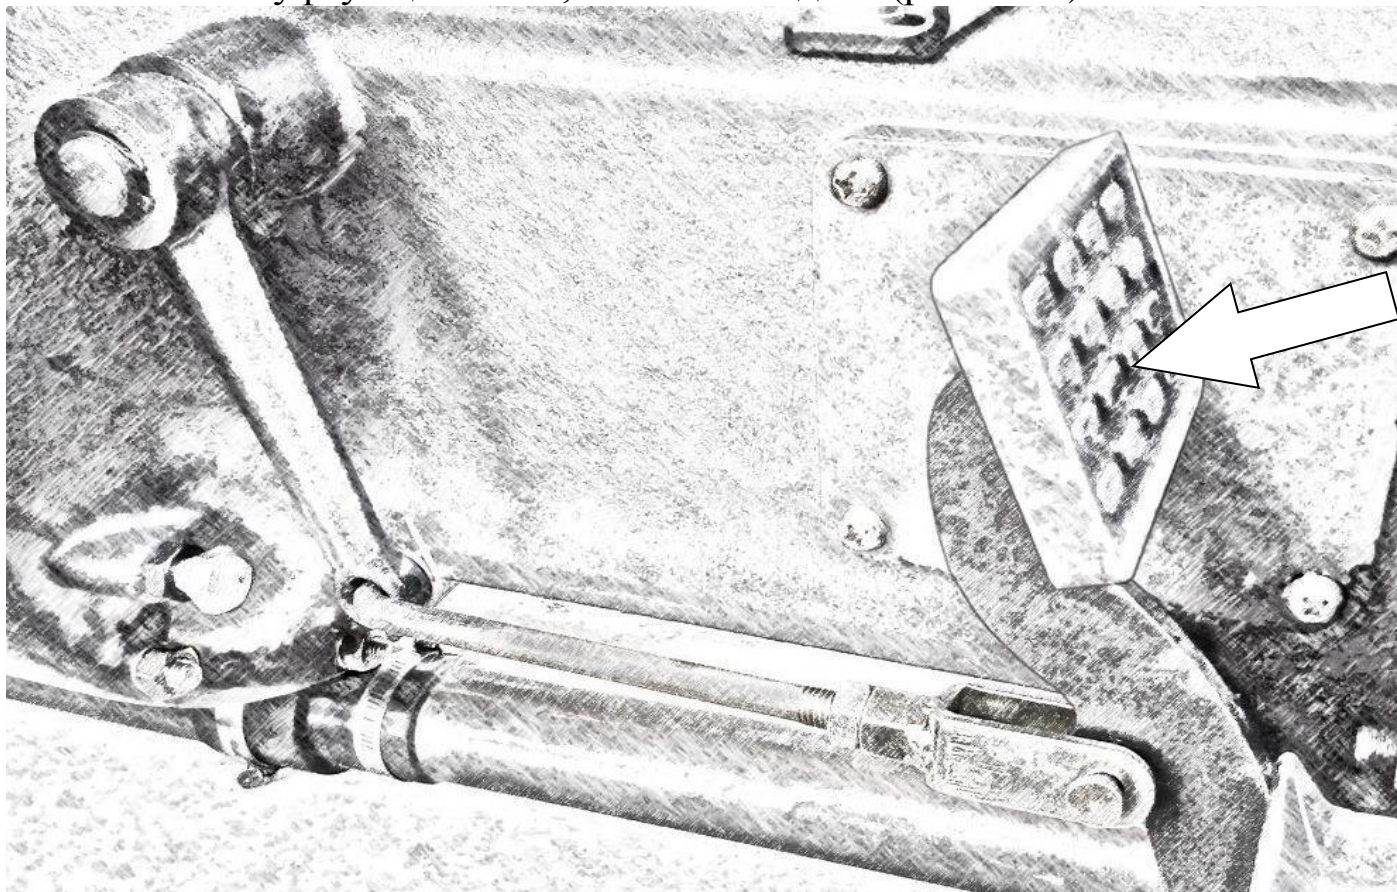

Рис. 3-12. Нажатие на педаль сцепления.
- выключить муфту сцепления, нажав на педаль (рис. 3-12)